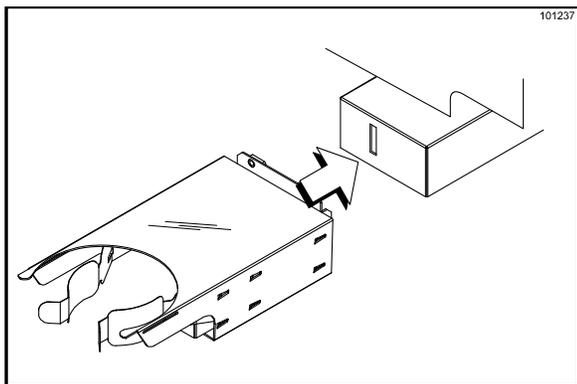

Figura 168
3. Instale el soporte para vasos de batido. (Vea la figura 168).